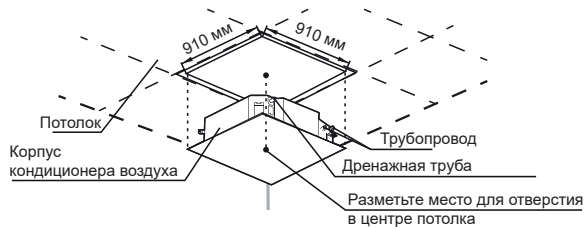

Рисунок 3.5
- 1. Сделайте в потолке квадратные отверстия 910 мм x 910 мм по монтажному трафарету (принадлежность 4). См. рисунок 3.5